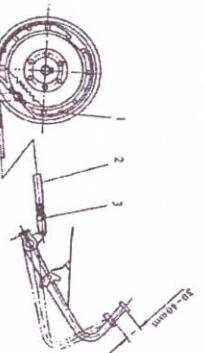

Рис. 3.17. Регулировка тормозов.
1. Отрегулируйте длину двух тормозных тяг (рис. 3.17.), чтобы изменить свободный ход педали и обеспечить одновременное торможение двух сторон. Уменьшение длины тормозных тяг уменьшит свободный ход и наоборот. Для регулировки необходимо ослабить стопорные гайки 3 и затянуть гайки после регулировки.